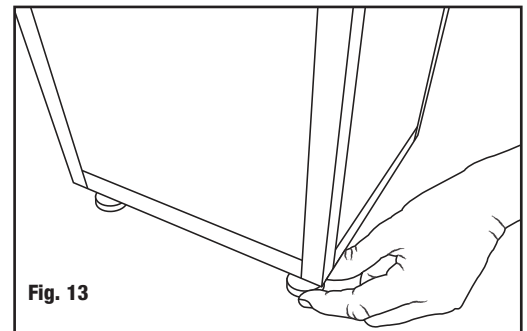

Fig. 13
2. Tilt joiner, adjust feet by turning up or down. **(Fig. 13)**
2. Incliner l'assembleuse et régler les pieds vers le haut ou le bas. **(Fig. 13)**